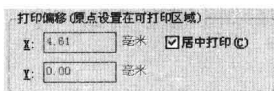

图 10-1-8
(11) 按 Esc 键，不修改打印范围，重新显示“打印—模型”对话框。
(12) 在打印偏移项目下，勾选“居中打印”，选择“居中打印”，系统会自动计算 X 偏移值和 Y 偏移值，在图纸上将指定的打印区域放置在图纸的中间位置进行打印，如图 10-1-8 所示。